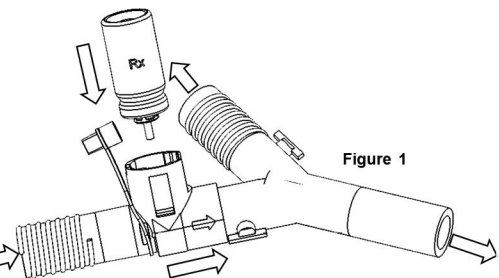

Figure 2
- (b) Om MDI utan räkneapparat används, hänvisas till Bild 2.
- (b) Bij het gebruik van een doseeraerosol zonder teller afbeelding 2.